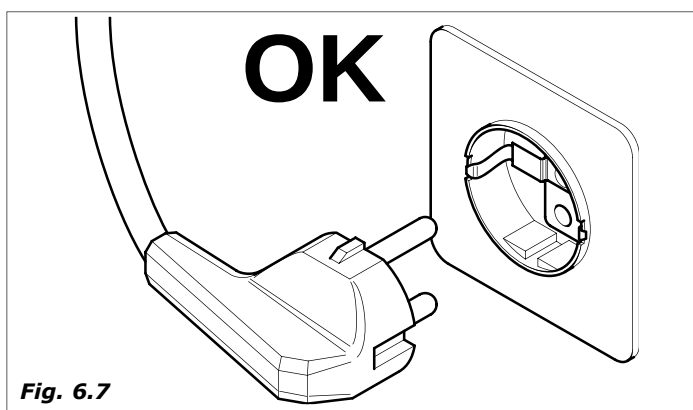

Fig. 6.7
- El distribuidor está dotado de un cable de alimentación H05VV-F 3x1,5 mm², con clavija SCHUKO.(Fig.6.7).